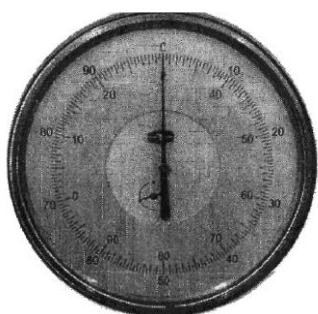

Рис. 5.2
Выбор испытательной нагрузки осуществляется с помощью шарообразной ручки с правой стороны твердомера, смотрите рис. 5.2. Всего три вида испытательной нагрузки: 588.4 Н, 980.7 Н и 1471 Н. Примечания: Переключение испытательной нагрузки должно производиться в режиме снятой нагрузки, в ином случае вы можете повредить индентор.
5.4.1. Поместите образец для испытания на стол, удостоверьтесь, что образец лежит ровно, и вращайте ручное колесо по часовой стрелке, чтобы поднять стол. После контакта образца с индентором, продолжайте вращать колесо до тех пор, пока маленькая стрелка не сравняется с красной точкой и большая стрелка с точками «С» или «В». Смещение должно быть меньше чем +5 делений. Двиньте ручку настройки для того, чтобы большая стрелка сравнялась с «С» или «В», смотрите рис. 5.2 В другом случае начните тест заново